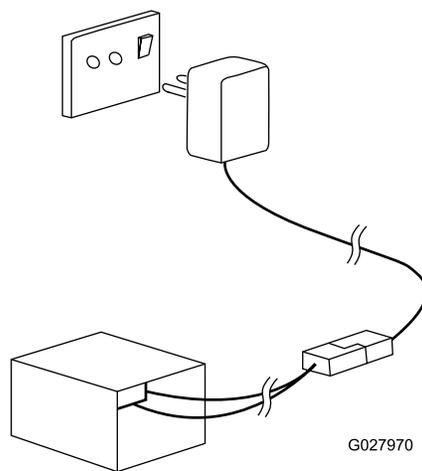

Figura 32
2. Inserite il caricabatterie in una presa a parete (Figura 32).